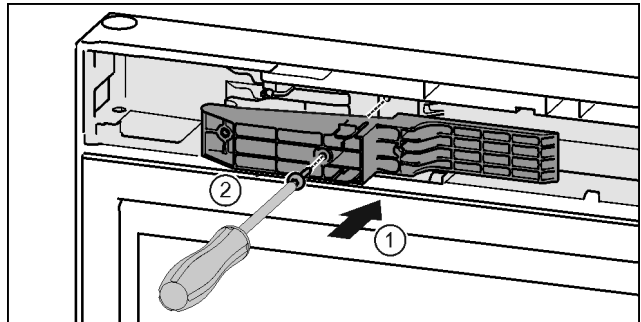

Fig. 46 *
- ▶ Вставьте деталь адаптера в выемку на стороне ручки. Fig. 46 (1)*
- ▶ Затяните винты отверткой T15. Fig. 46 (2)*